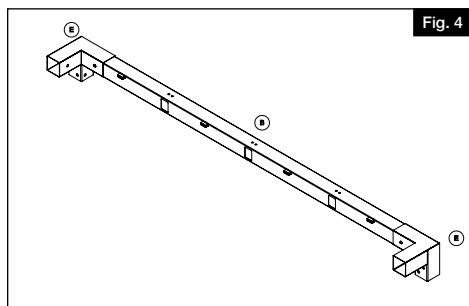

Fig. 4
Fije las riostras esquineras restantes (E) al travesaño exterior restante (B) (Fig. 4).